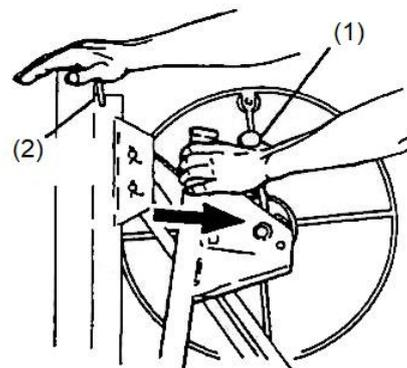
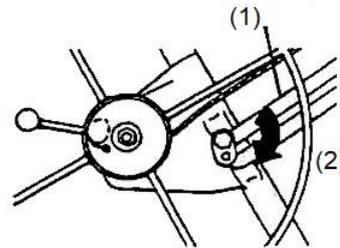

Figure 4
Figure 5
- c. Placez votre main droite sur le haut du cadre. Continuez à tenir le bras de frein autant que nécessaire (1) pour prévenir l'effet coup de fouet du câble. Puis tirez le treuil complètement vers vous (Fig. 4).
- d. Lorsque le treuil sera complètement allongé (loin du cadre), laissez aller le bras de frein et dégagez l'anneau de rétention (2) afin qu'il ne retienne plus les pièces télescopiques à l'intérieur du boîtier du cadre.
5. Repoussez légèrement le treuil vers le cadre. La barre de verrouillage sera automatiquement engagée de manière à ce que le treuil reste allongé (Fig. 5).